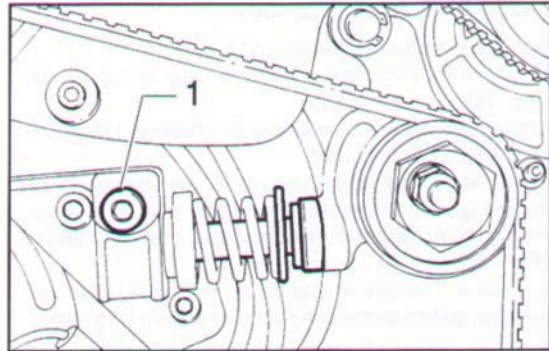

Fig. 19 ▲
- allentare la vite a brugola (1) di fissaggio posizione puntale tendicinghia (Fig. 19);
- slacken the Allen screw (1) for belt tightener rod positioning (Fig. 19);